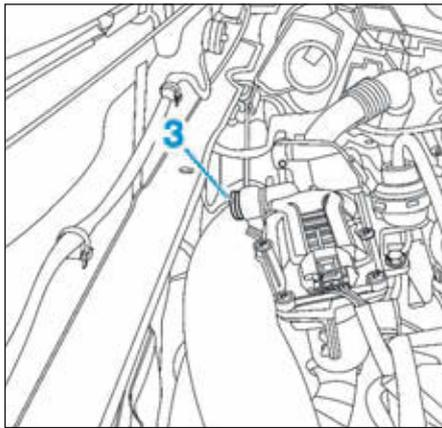

FIG.57
- la vis du tuyau d'air intermédiaire (3) (Fig.57).